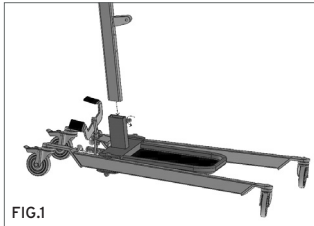

FIG.1
1. Desenroscar el tornillo de la base de la columna. (Fig.1)
2. Introducir la columna en la cavidad prevista en la base, introducir el tornillo de bloqueo de la columna en la base y enroscarlo bien. (Fig.1)